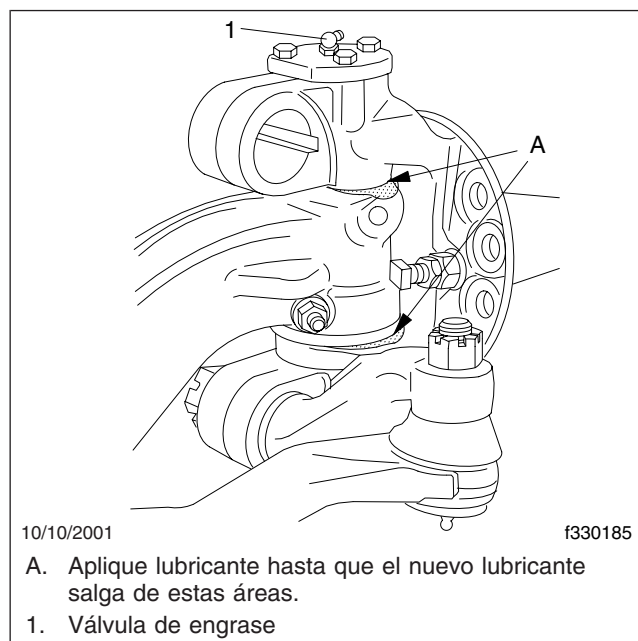

Figura 1, Lubricación del pivote de la dirección sellado de Easy Steer
4. Utilizando una grasa multiuso de grado 1 ó 2 de NLGI, lubrique los pivotes de la dirección a través de las válvulas de engrase en las partes superior e inferior del muñón. Vea la Figura 1.